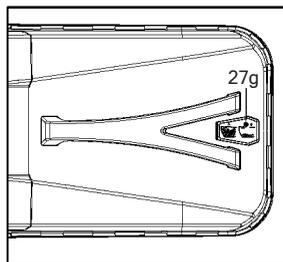

Рис. 15
2. Когда лючок (27g) закрыт, травосборник (27) заполнен и должен быть опорожнен (рис. 15).